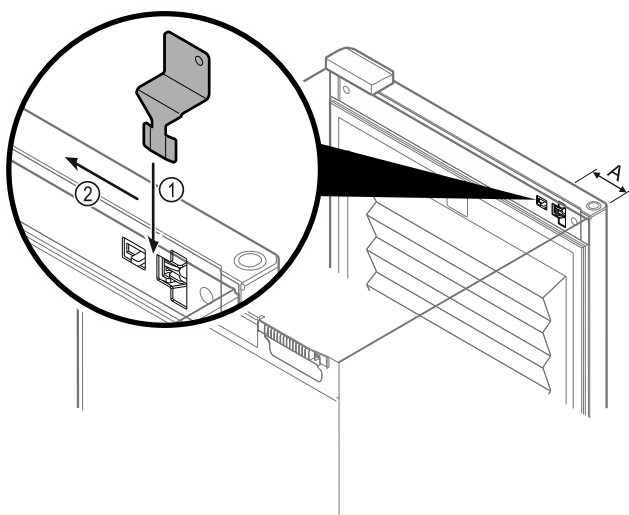

Fig. 218
- ▶ Τοποθετήστε το κλειδί έκτακτης ανάγκης στο προβλεπόμενο σημείο Fig. 218 (A) ≈ 100mm.
- ▶ Τοποθετήστε το κλειδί έκτακτης ανάγκης ανάμεσα στην πόρτα και στο σώμα της συσκευής από επάνω μέχρι να τερματίσει Fig. 218 (1).
- ▶ Τραβήξτε το κλειδί έκτακτης ανάγκης προς την πλευρά των μεντεσέδων Fig. 218 (2).